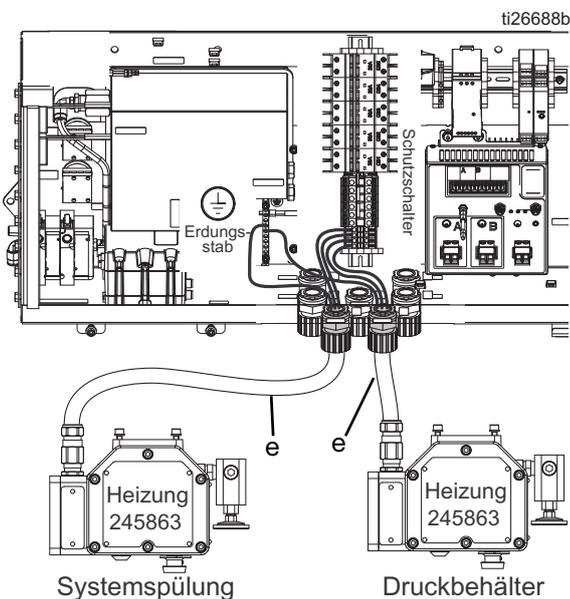

ABB. 17
- Bei Modellen für Gefahrenbereiche:** Schließen Sie die Heizungskabel (e) für die Behälter- und Spülheizung an die Klemmenblöcke an. Siehe ABB. 17.